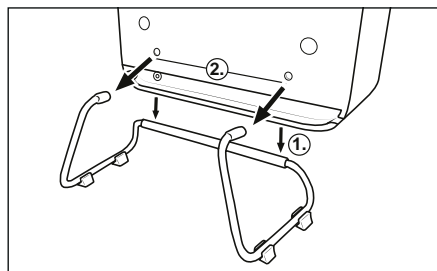

Fig. 2
- ♦ Stil produktet på støtten **❶**, og sæt produktets to huller ind i støttens **❶** holdere (se fig. 2).